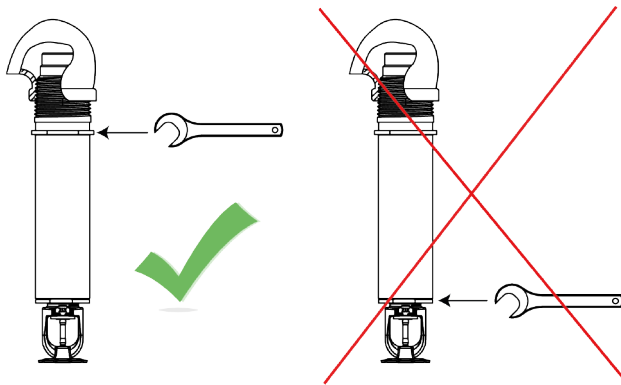

Abb. 4: Positionierung Maulschlüssel
Korrekte Montage mit dem Maulschlüssel beachten (Abb. 4).
2. ➔ Trockensprinkler mit dem Maulschlüssel nur über den Sechskant des Gewindestutzens montieren (Abb. 4/links).